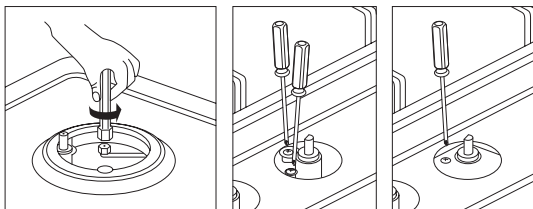

Рис. 9
- снимите ручку управления и вращайте ее регулировочный винт (расположен сбоку или внутри стержня регулятора) в разные стороны пока пламя не станет малым, но устойчивым (Рис. 9).